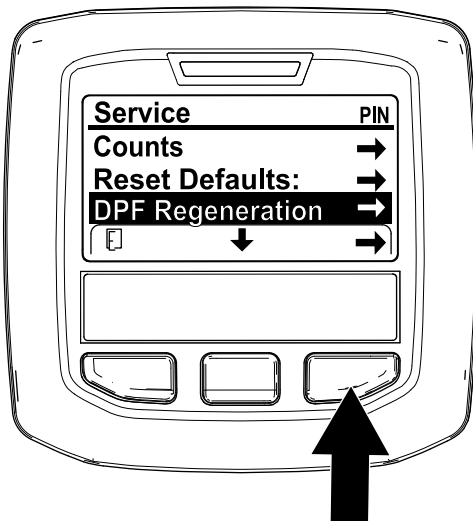

Figure 6
1. Dans le menu Entretien, utilisez le bouton central pour naviguer jusqu'à l'option DPF REGENERATION (régénération du FAP) (Figure 6).
2. Appuyez sur le bouton droit pour sélectionner l'option DPF Regeneration (Figure 6).